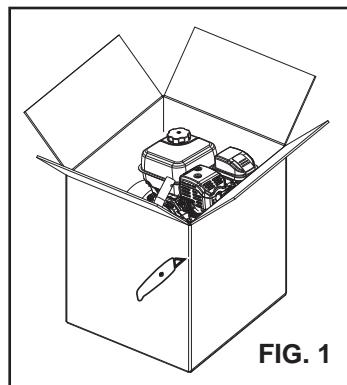

FIG. 1
1. Identifier et retirer toutes les pièces détachées de la boîte pliante. (Fig. 1)